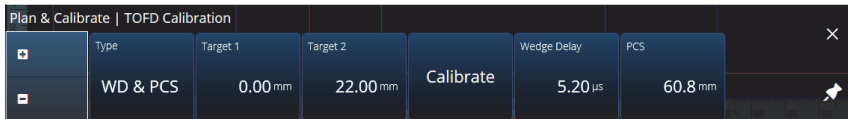

Abbildung 4-9 TOFD Calibration – WD & PCS
In der **TOFD Calibration** (TOFD-Justierung) Registerkarte können Sie die TOFD-Gruppe kalibrieren, sodass die Cursor-Messwerte in Tiefe statt in Zeit umgewandelt werden. Dies wird normalerweise während der Analyse durchgeführt, kann jedoch auch zuvor durchgeführt werden. Die TOFD-Justierung hat einen vereinfachten Prozess und wird außerhalb eines Justierassistenten durchgeführt. Um auf die **TOFD Calibration** (TOFD-Justierung) Optionen zuzugreifen, gehen Sie zu **Plan & Calibrate > TOFD Calibration** (Plan & Justierung > TOFD-Justierung) [Abbildung 4-9 auf Seite 204 und Tabelle 81 auf Seite 204].
1. Wählen Sie den Justiertyp (Abbildung 4-9 auf Seite 204 und Tabelle 81 auf Seite 204).